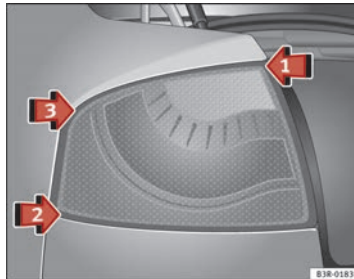
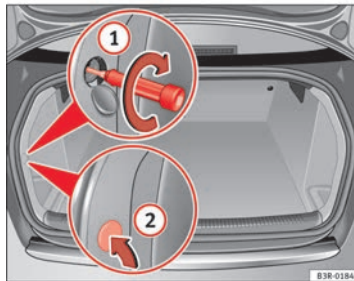

Abb. 214 Heckleuchte einbauen
Abb. 215 Gepäckraum:
- Setzen Sie die Heckleuchte zuerst bei ⇒ Abb. 214 Pfeil ① in den Heckleuchtenträger ein.
- Drücken Sie die Heckleuchte in der Reihenfolge ② und ③ leicht an den Heckleuchtenträger, bis die Clips fest in den Gummilagern sitzen.
- Drücken Sie leicht auf die Oberseite der Heckleuchte und befestigen Sie diese vom Gepäckraum aus mit einem Schraubendreher ⇒ Abb. 215 ①.
- Die Abdeckung der Innenverkleidung ② wieder einsetzen.